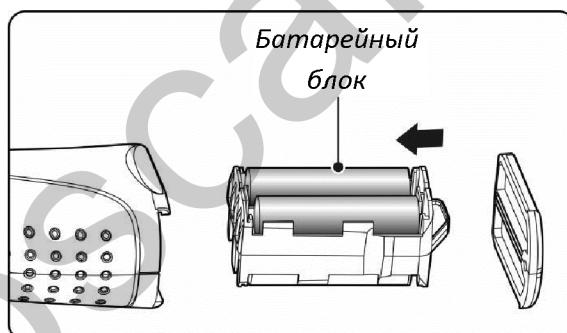

Рис. 5
- ✓ При извлечении элементов питания необходимо снять батарейный блок и затем извлечь из него батареи (*Рис. 5*).
- ✓ При установке элементов питания вставить четыре новые батареи (4) типа АА в соответствующие разъемы батарейного блока.